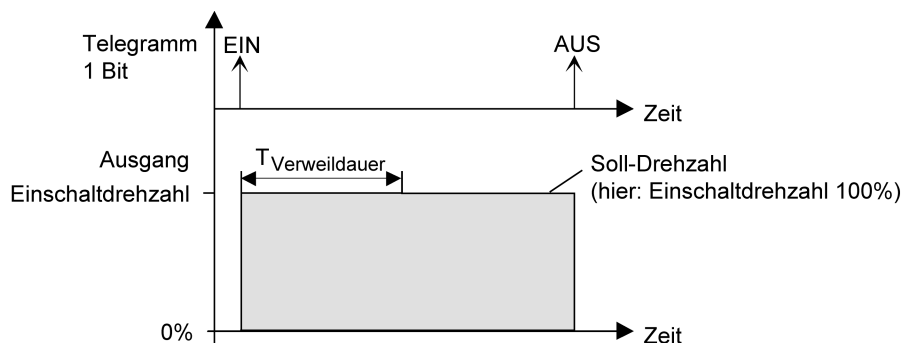
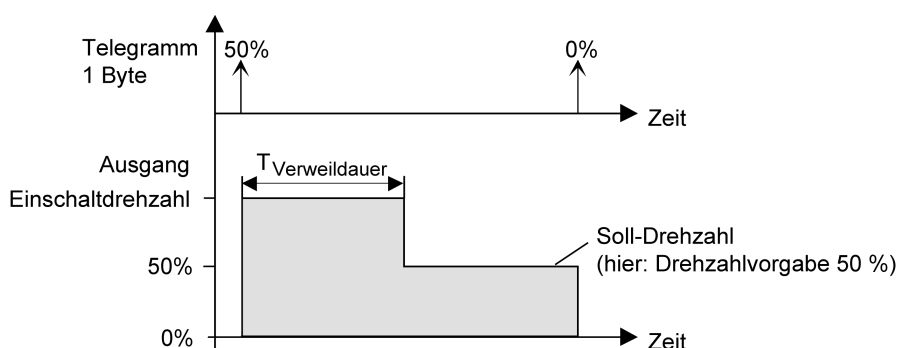
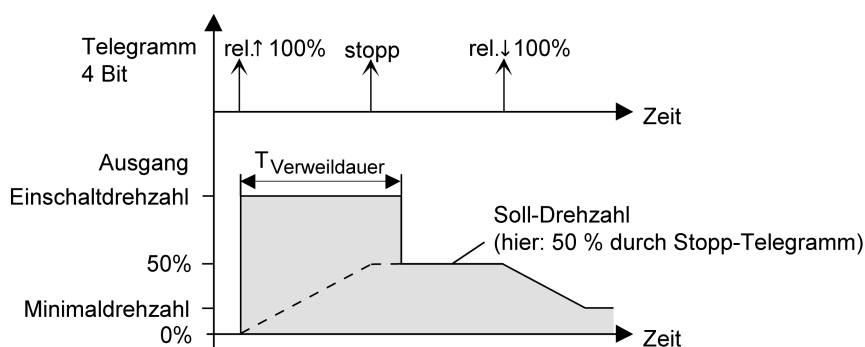

Bild 39: Einschaltdrehzahl und Soll-Drehzahl bei Schaltbefehlen
Bild 40: Einschaltdrehzahl und Soll-Drehzahl bei Wertbefehlen
Bild 41: Einschaltdrehzahl und Soll-Drehzahl bei relativen Dimmbefehlen
- i** Soll-Drehzahl: Die Soll-Drehzahl ergibt sich direkt aus Schaltbefehlen durch Schalt-Telegramme oder durch die Handbedienung. Die Soll-Drehzahl ist dann die Einschaltdrehzahl (Bild 39). Alternativ wird die Soll-Drehzahl unmittelbar durch Telegramme auf das Drehzahlobjekt oder durch Drehzahlvorgaben der Szenenfunktion oder Sperr- und Zwangsstellungsfunktionen festgelegt (Bild 40). Beim relativen Dimmen über ein 4 Bit Dimmtelegramm gibt die Schrittweite des Telegramms das Dimmziel und somit die Soll-Drehzahl vor. Wenn ein relativer Dimmbefehl durch ein Stopp-Telegramm angehalten wird (z. B. Taste am Tastsensor vorzeitig losgelassen), entscheidet der Zeitpunkt des Stopp-Telegramms, welche Drehzahl als Soll-Drehzahl eingestellt wird (Bild 41). Sofern das Stopp-Telegramm noch während der Verweildauer der Einschaltdrehzahl beim Aktor empfangen wird, berücksichtigt der Aktor die im Hintergrund nachgeführte und hochgedimmte Drehzahl zum Stoppzeitpunkt als Soll-Drehzahl. Wenn hingegen das Stopp-Telegramm bei Aktor eintrifft, nachdem die Verweildauer der Einschaltdrehzahl abgelaufen ist, stellt der Aktor die durch die Schrittweite des Dimmtelegramms vorgegebene Drehzahl als Soll-Drehzahl ein. Das Stopp-Telegramm wird in diesem Spezialfall verworfen. In der Regel senden Tastsensoren in der Standard-Konfiguration Dimmschrittweiten von 100 % aus. Das Stopp-Telegramm entscheidet dann, wann ein relativer Dimmvorgang vorzeitig abgebrochen wird. Kommt das relative Dimmen in der Betriebsart "Drehzahlsteller" zum Einsatz und ist eine relativ kurze Verweildauer zur Einschaltdrehzahl konfiguriert, sollten Tastsensoren auf kleinere Dimmschrittweiten mit Telegrammwiederholung umkonfiguriert werden. Hierbei ergibt sich der Vorteil, dass keine Stopp-Telegramme ausgesendet werden müssen, um Zwischenwerte des möglichen Dimmbereiches anzudimmen.